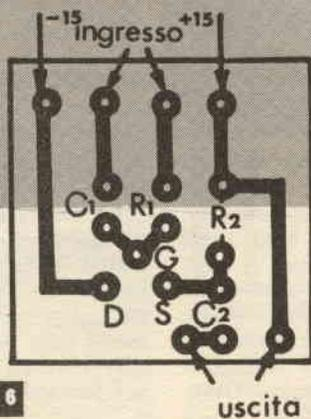

Fig. 6
sono di 5,5 x 4,5 cm. Tale scatola, oltre al pannelino stampato che forma il cablaggio (Fig. 6), contiene anche la piletta di alimentazione: una Hellensens H-4 (GBC), sostituibile con la Varta-Petrix, con la « Pila Zeta » per Flash, e simili.
- Pannello stampato già pronto, come in fig. 6 » 700